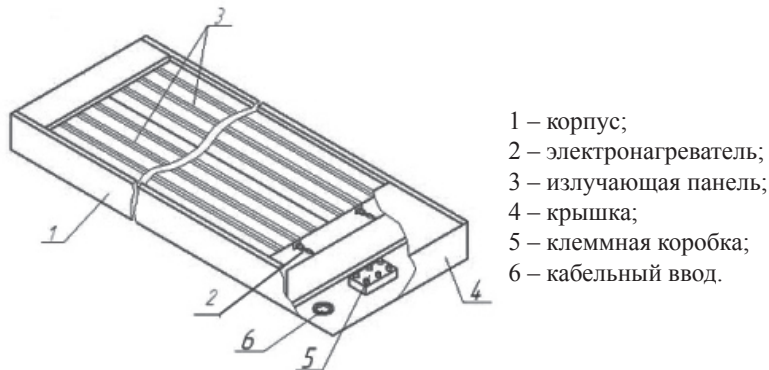

Рис.1. Обогреватель инфракрасный.
5.1 Схема инфракрасного обогревателя представлена на Рис. 1.